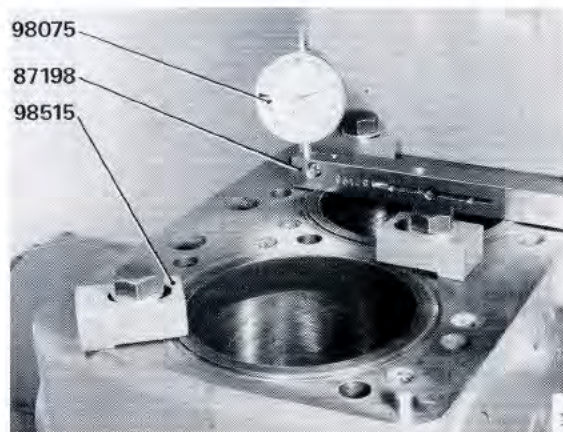

Fig 56. Spännklackar för nerpressning av cylinderfoder, mätlinjal och mätlocka
5. Tryck ner cylinderfodret med två spännklackar enligt fig 56.